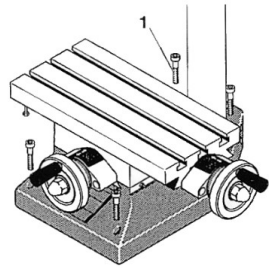

Fig. 2
1. Kreutztisch auf die Arbeitsfläche legen und mit vier M6 Innensechskantschrauben 1 (Fig. 2) befestigen.
1. Place the compound table onto the work bench and fasten it with four M6 Allen screws 1 (Fig. 2).
1. Poser la table sur l'établi et la fixer à l'aide des vis à six pans creux M6 1 (fig. 2).
1. Mettere la tavola composita sulla superficie di lavoro e fissarla con quattro viti ad esagono cavo M6 1 (fig. 2).